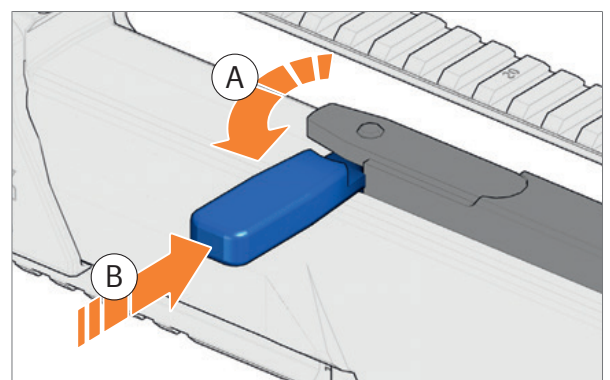

Abb. 18: Schließhilfe verwenden
1. Durchladehebel umklappen und eindrücken. Der Durchladehebel greift in den Verschluss (Abb. 18).
2. Durchladehebel und Verschluss nach vorne drücken (Abb. 18).